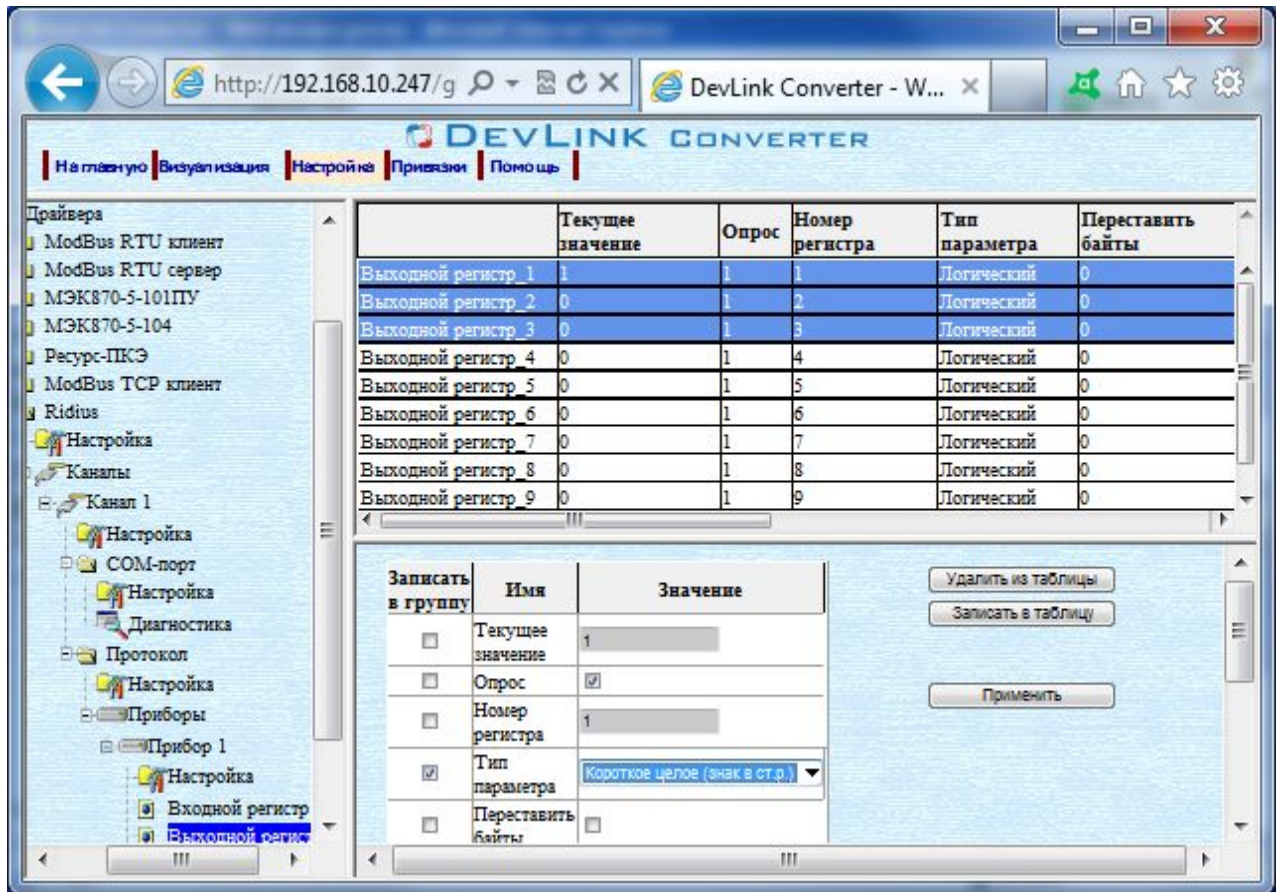

Рисунок 3.8 – Удаление регистров
- 2 Выбрать в дереве папку, содержащую регистры, которые нужно удалить (рисунок 3.8).